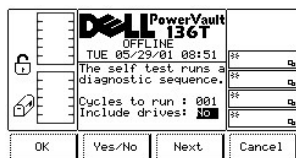

图 114. 维修 > 磁带库 > 自检 > 自测试 > 包含驱动器对话框
- 1 如果按下**下一个**软键下方的按钮，则列表中的下一个字段将成为活动字段。请参考图 114。